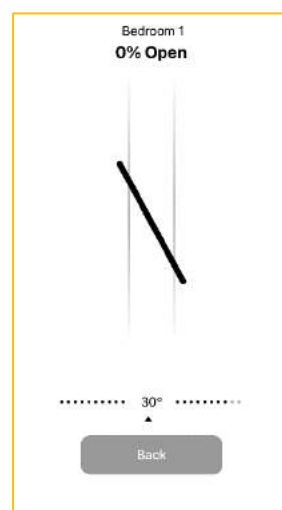
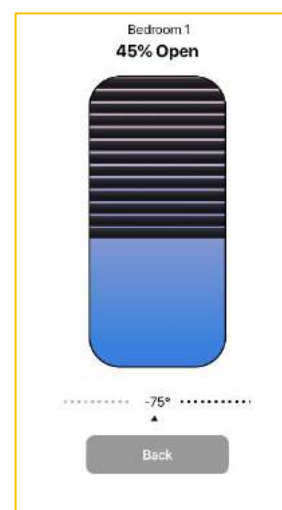

Abbildung 74
Abbildung 75
- ✔ Sind die Szenen nicht mit der Jalousie verbunden, sind ihre Bezeichnungen nicht aktiv (1), in der Zimmerliste ist die Standard-Szene vorgegeben – **Manual** (2).
- ✔ Die Standard-Szene **Manual** sieht eine Anpassung des Neigungswinkels von Solarelementen (Abb. 74) bzw. Hebung/Senkung der Jalousie (Abb. 75), und zwar im manuellen Modus, vor.